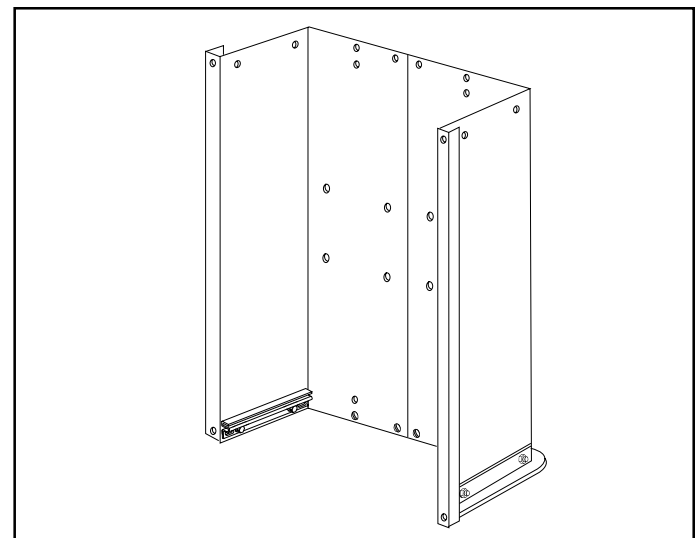

FIGURE 4
8. Renversez avec précaution la position de la charrette de telle sorte qu'elle repose sur la partie arrière, sur le support de consolidation de hayon qui vient juste d'être assemblé, comme montré dans la figure 4. Procédez ensuite aux étapes de montage qui suivent.